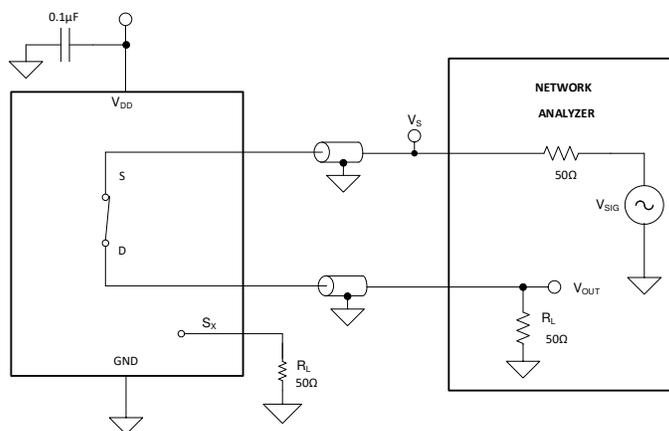

図 7-10. 帯域幅測定時の設定
帯域幅は、入力をオンチャンネルのソース ピン (Sx) に印加したときに、デバイスのドレイン ピン (D) で測定される出力の減衰量が、3dB 未満である周波数の範囲として定義されます。図 7-10 に、帯域幅を測定する際の設定を示します。